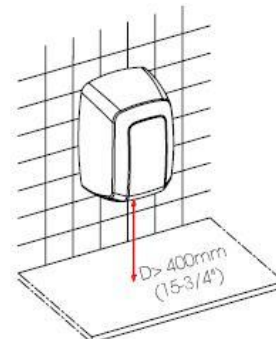

Abbildung 13
**HINWEIS:** Ein Mindestabstand von 400 mm (15,80") zu Fensterbänken, Marmorteilen oder Waschbecken muss berücksichtigt werden (Abb. 13). Es müssen soweit wie möglich alle reflektierenden Oberflächen im Bereich des IR-Sensors des Handrockners vermieden werden.